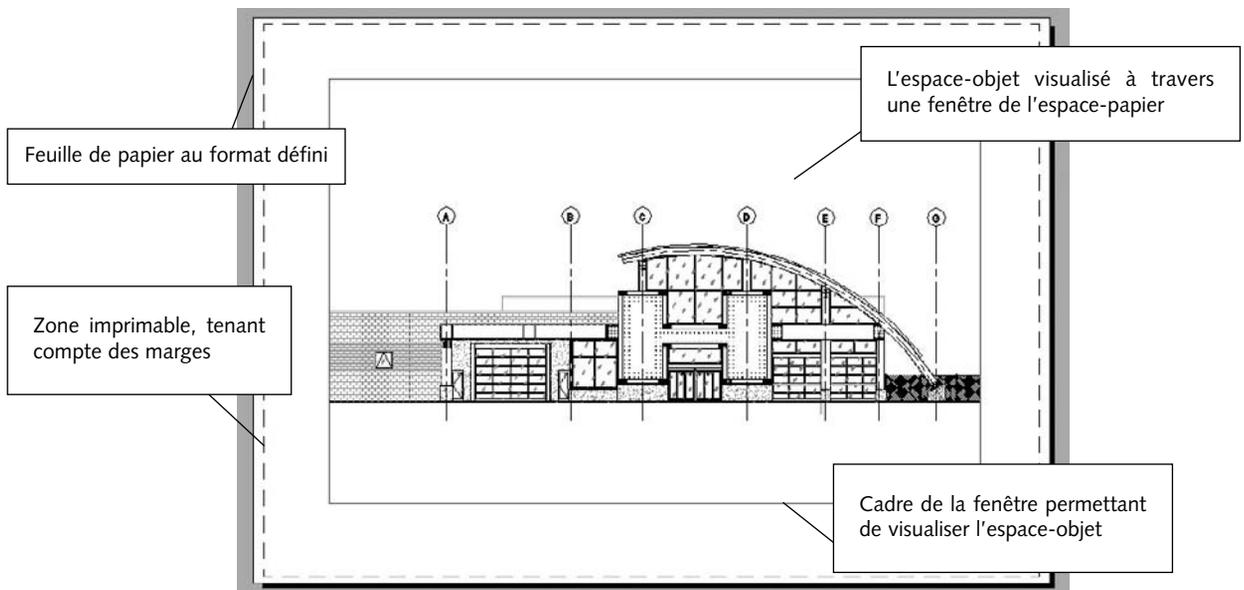

Fig.23.10
- 13 Cliquer sur **OK** puis sur **Fermer** (Close) pour confirmer la configuration et retourner à l'écran AutoCAD. La fenêtre de présentation comprend 3 cadres (fig.23.10) :